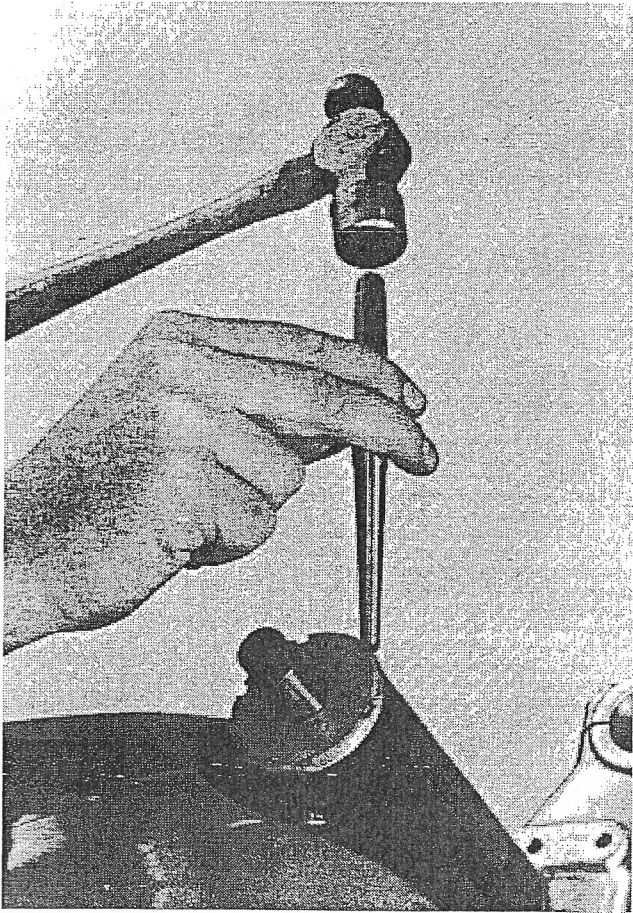

FIG. 173
8. Con un punzón y un martillo, aprieta 1/8 de vuelta apoyando el punzón contra uno de los rebajes de la tuerca (Fig 173). Con un mazo de goma o nylon dale un golpe seco hacia arriba a la tija y un golpea el eje de la pipa hacia abajo. Gira la tija inferior de un lado para otro. Si la sientes muy dura, afloja la tuerca de reglaje hasta que gire libre. Si ves que está demasiado floja, aprieta la tuerca otro 1/8 de vuelta, golpea ambos lados del eje de la pipa, y comprueba otra vez el movimiento. Repite la operación hasta que quede a tu gusto. Puede ser que sea necesario reajustar la dirección una vez que hayas montado toda la parte frontal.